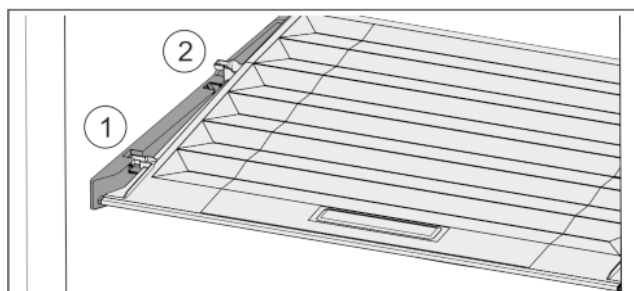

Fig. 32
- Tirer le couvercle vers l'avant jusqu'à dans l'orifice des pièces de retenue Fig. 32 (1).
- Le soulever par le bas à l'arrière et le sortir par le haut Fig. 32 (2).